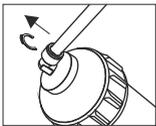

Bild. 1
- 1) Remove safety clips out of quick connector (Fig. 1).
- 1) Sicherungsclip von der Schnellkupplung nehmen (Bild 1).